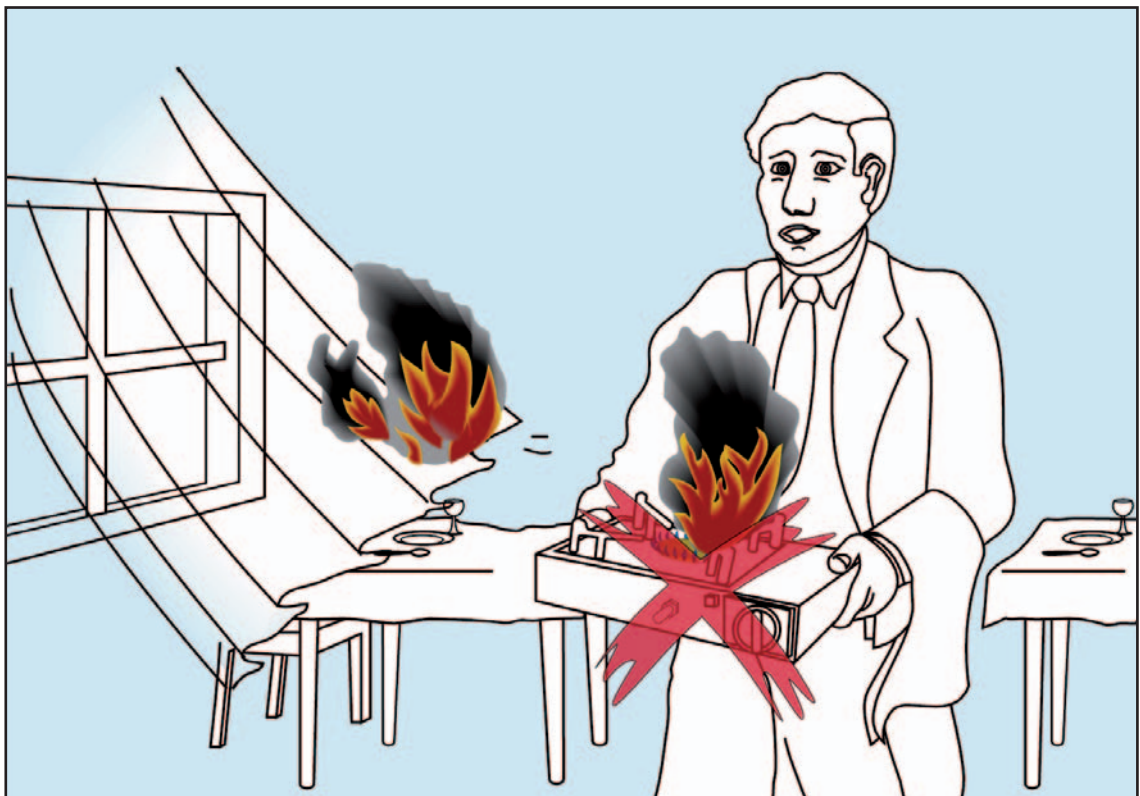

Bild 17:
- Beim unsachgemäßen Handhaben von Verbrauchseinrichtungen (z. B. Transport mit brennender Flamme) kann bei brandgefährdeter Umgebung ein Brand ausgelöst werden (Bild 17).